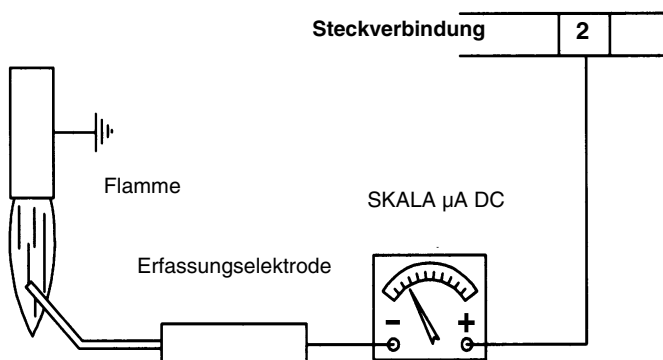
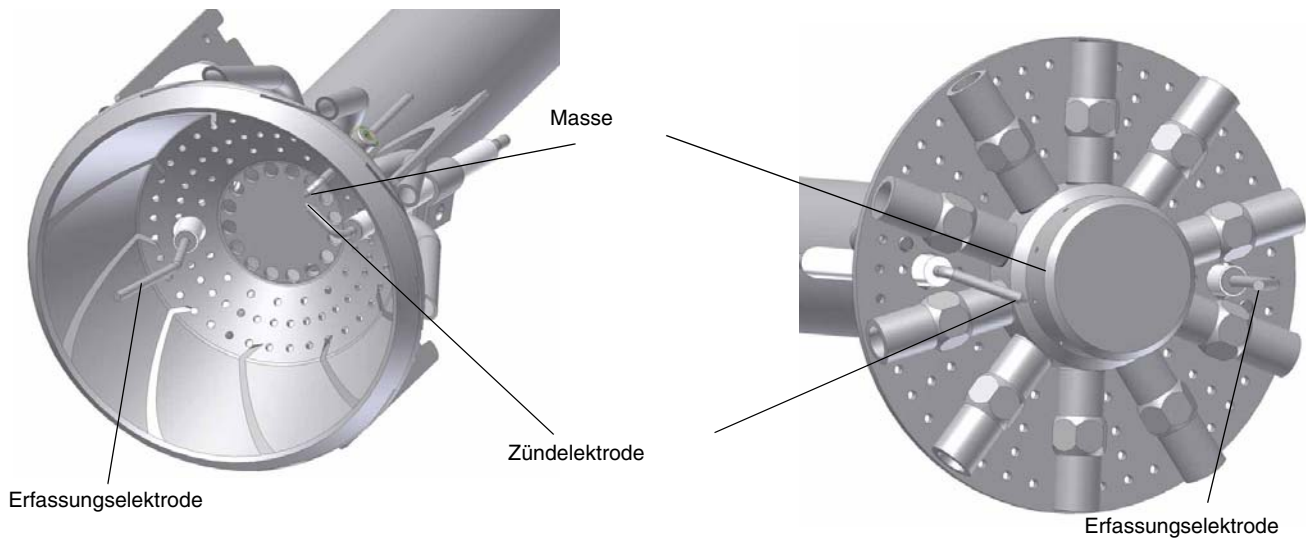

Fig. 61
Fig. 62
- Untersuchung der Zünd- und Erfassungselektrode, Reinigung, gegebenenfalls Einstellung und falls erforderlich Ersetzung (siehe Fig. 62). Überprüfen Sie im Zweifelsfall die Erfassungsschaltung nach der Wiedereinbetriebnahme des Brenners und befolgen Sie dabei das Schema auf Fig. 61.
Führen Sie die folgenden Kontrolle aus, falls der Brenner blockiert. Beachten Sie bei der Messung des Erfassungssignals das Schema auf Fig. 61. Überprüfen Sie die Position der Erfassungselektrode, die elektrischen Kontakte und ersetzen Sie gegebenenfalls die Erfassungselektrode, falls das Signal unter dem angegebenen Wert liegt.
Stellen Sie sicher, dass der Abstand zwischen Zünd- und Masseelektrode max. 4÷5 mm beträgt. (siehe Fig. 62).